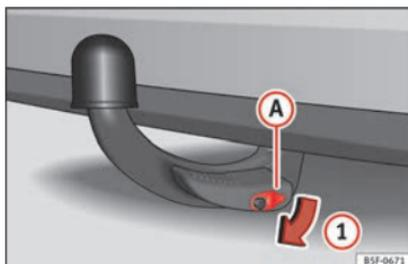

Fig. 240 Retirar la tapa de la cerradura
- Extraiga la tapa **A** de la cerradura en el sentido de la flecha **1** » fig. 240.